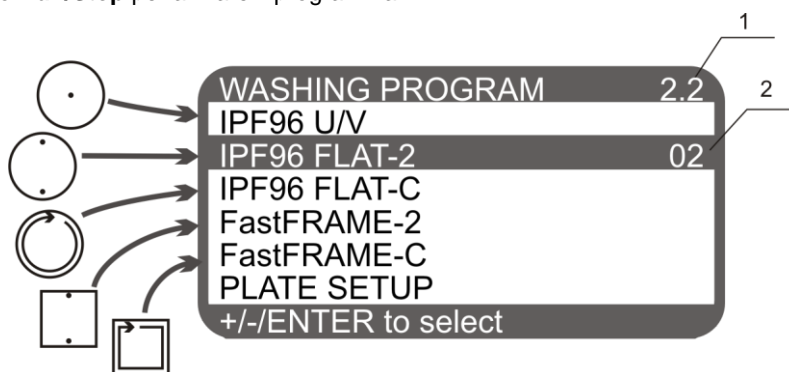
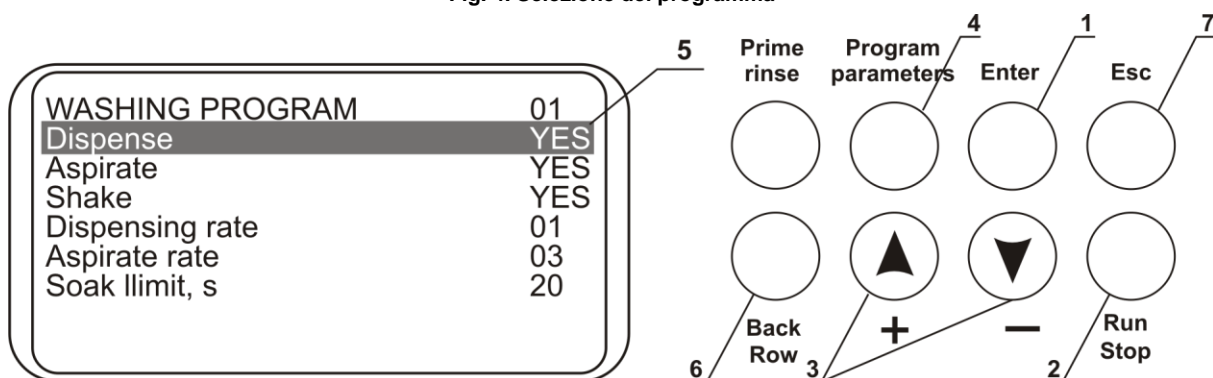

Fig. 4. Selezione del programma
Fig. 5. Pannello di controllo
4.2. Nella tabella 1 sono indicati i parametri iniziali di tutti i programmi. Tutti i valori sono regolabili. Le descrizioni degli intervalli dei parametri dei programmi sono indicate nella Tabella 2. Tutti i programmi sono divisi in 5 categorie di 10 programmi regolabili. Ogni categoria corrisponde a una diversa configurazione dei pozzetti delle piastre e, quindi, a una diversa modalità di aspirazione (fig. 4)
4.4. Utilizzare il tasto **Enter** (fig. 5/1) per selezionare la categoria, secondo il tipo di piastra utilizzato. Utilizzare i tasti "+" e "-" (fig. 5/3) per selezionare il programma desiderato tra i programmi di lavaggio dall'1 al 10. La categoria e il numero del programma vengono visualizzati nell'angolo in alto a destra del display (fig. 4/1)
4.5. Premere il tasto **Program Parameters** (fig. 5/4) per visualizzare i parametri del programma. All'interno del programma, appare selezionato il primo parametro (Dispense ... yes/no, fig. 5/5).
- 4.8. Premendo il tasto **Back row** (fig. 5/6), si ritorna al parametro precedente del programma.
- 4.10. Premere il tasto **Esc** (fig. 5/7) per uscire dalla visualizzazione dei parametri e cambiare modalità senza salvare.